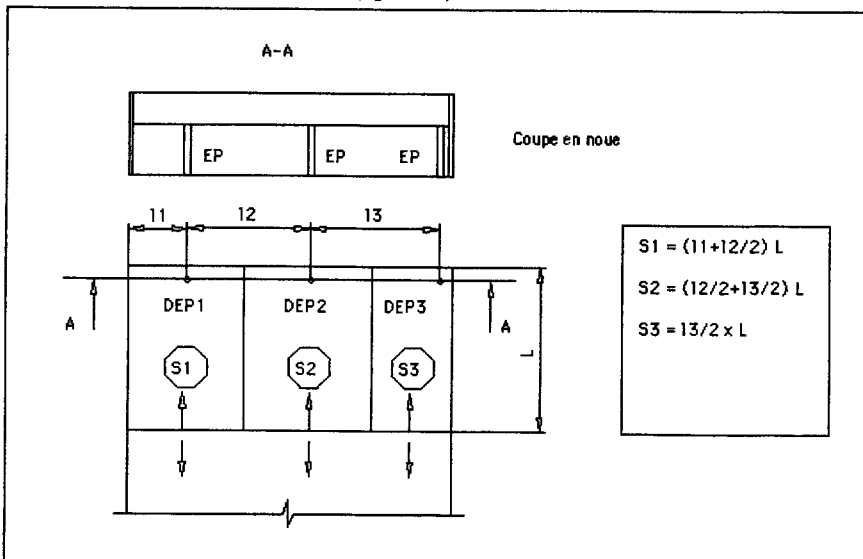

Figure 31 Surfaces collectées par descente d'eaux pluviales (noue à pente nulle)
- Cas des noues à pente nulle (figure 31).